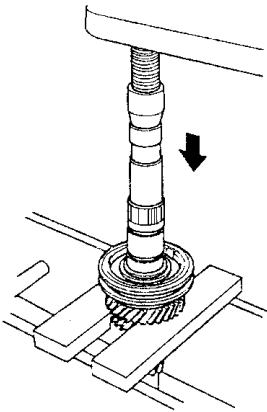

图 4-70 将主轴从 3 档/4 档同步毂中压出
3) 如图 4-70 所示，将 3 档齿轮支撑到钢块上，然后将主轴从 3 档/4 档同步毂中压出来。使用钳式拉拔器会损坏齿轮齿。